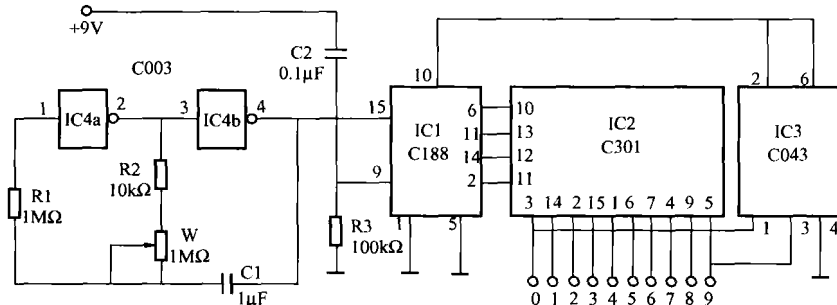

图 1-10 自动可逆式流水彩灯控制电路 (一)
本文介绍自动可逆式流水彩灯电路，其能使所控制的彩灯首先按照某一顺序点亮，然后自动地按照与原来相反的顺序来点亮被控的彩灯，并循环往复，电路如图 1-10 所示。
电路工作原理：由图 1-10 可知：在电路通电瞬间，C2 和 R3 组成的微分电路给 IC1⑨